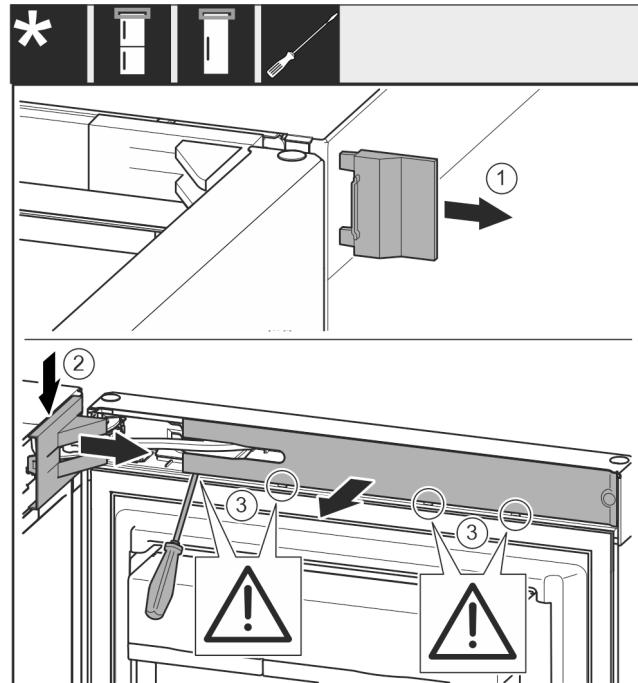

Fig. 8
- Detașați apărătoarea exterioară. Fig. 8 (1)
- Deblocați și desfaceți apărătoarea suporturilor de lagăr. Detașați apărătoarea suporturilor de lagăr. Fig. 8 (2)
- Deblocați masca cu șurubelniciță plată și pivotați-o în lateral. Fig. 8 (3)